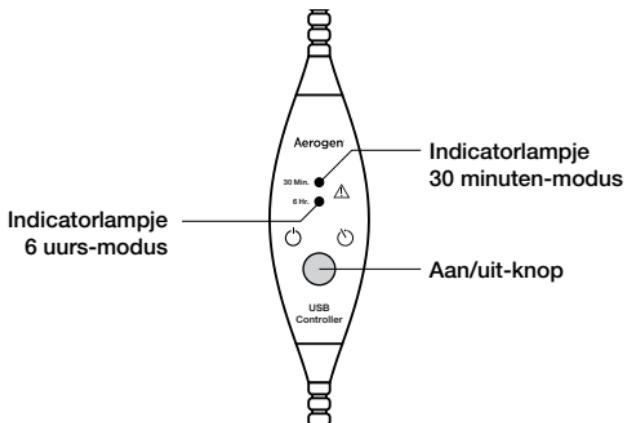

Afbeelding 2. Aerogen Palladium-technologie met trillend gaas
- Zet geen overmatige druk op de koepelvormige openingsplaat in het midden van de vernevelaar (afbeelding 2).